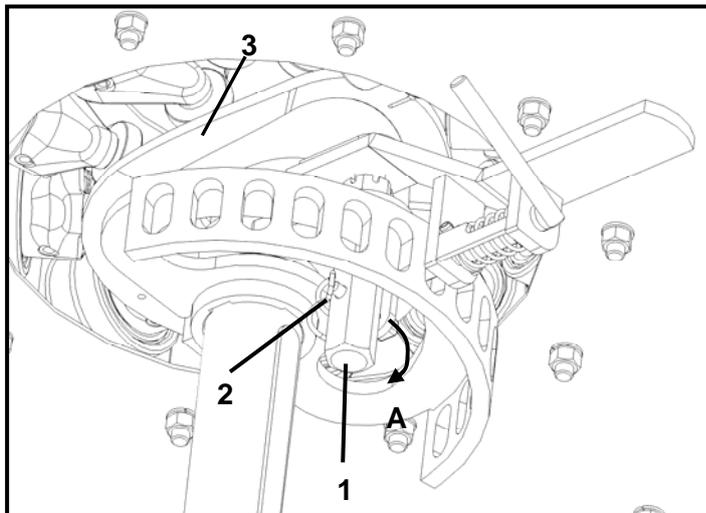

Abbildung 34
Das Reilverhalten der TWIN-Zinken kann beeinflusst werden (Voreilung). Dies kann zentral durch die Höhenverstellung der Kurvenbahn geschehen (Abbildung 34). Hierzu Sicherungsstecker (2) entfernen und die Stellschraube (1) drehen.